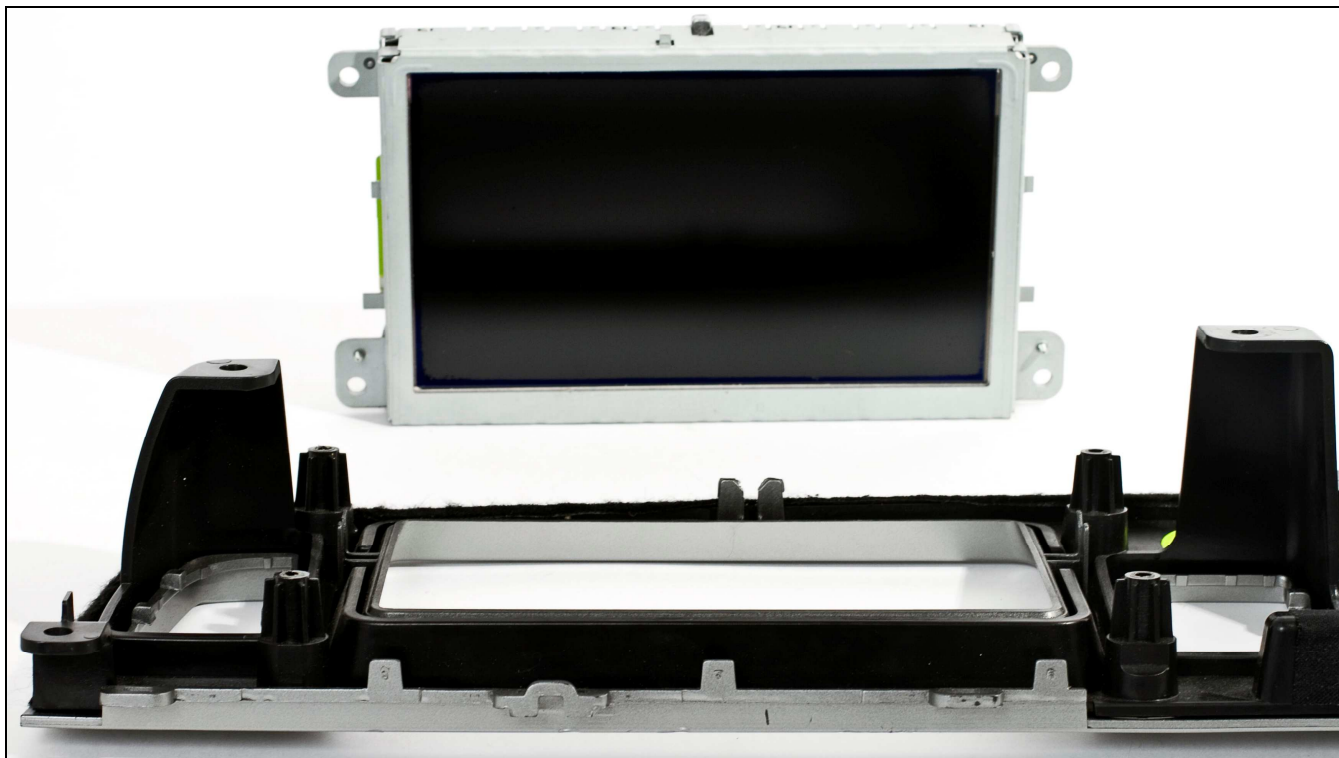

Рисунок 8
4. Демонтируем дисплей с приборной панели (**рис. 8**).